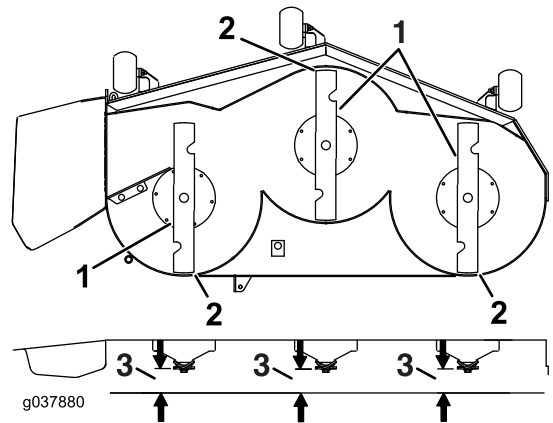

Figura 83
7. Compruebe el nivel longitudinal de la cuchilla (Figura 83). Asegúrese de que la punta de la cuchilla delantera está más abajo que la punta de la cuchilla trasera, como se muestra en *Altura de bloque y soporte*. Si se requieren ajustes, siga con este procedimiento.